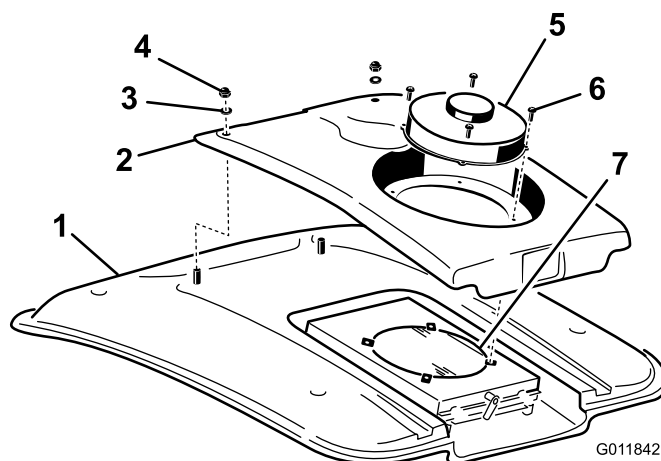

Figura 56
2. Retire os 4 parafusos que fixam a ventoinha e a cobertura do condensador à ventoinha (Figura 56).
- Retire as duas porcas e anilhas que prendem a parte da frente da cobertura dos condensadores ao tecto da cabina (Figura 56).
- Limpe cuidadosamente o condensador do ar condicionado com ar comprimido (Figura 56).